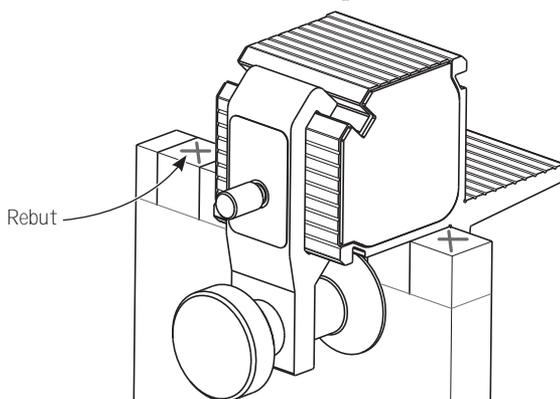

Figure 8 : Guide de sciage prêt pour la coupe d'une enture
7. Placer le guide sur l'extrémité de la planche de façon à **exposer la partie à enlever**. Le guide doit être placé sur la ligne – voir **figure 8** –, afin que la scie coupe toujours dans le rebut. Le guide doit être placé au point d'intersection de la marque et de l'**arête** de la planche.